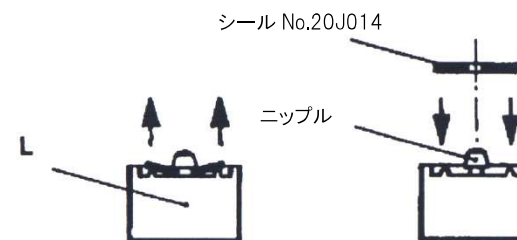
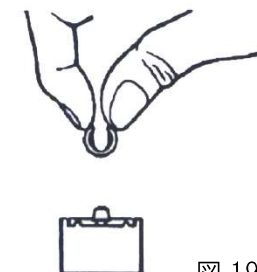

図 18
図 19
- 2) 短いバルブ L (図 18) の頭部にあるシール No.20J014 を取り外して、取り替えます (図 19)。
位置を正しく決めるために、図 19 のように手で押さえ、バルブニップルの真下に正しくおさまるよう、回し込みます。この時、シールの円形が欠けているサイドを傷つけないようにして下さい。